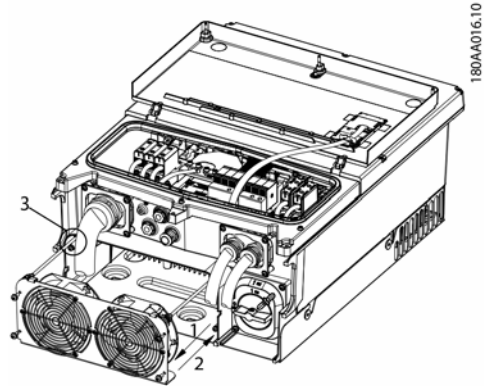

Figure 1.4
- Retirez l'unité de ventilateur. Voir (1) et (3) dans la figure 1.4.
- Guidez les deux câbles noirs dans les ouvertures de la partie inférieure de l'onduleur (un câble à chaque côté). Voir (3) dans la figure 1.4.
- Insérez l'unité de ventilateur nouveau. Voir (2) dans la figure 1.4. Guidez les câbles dans l'intérieur de l'onduleur et poussez l'unité de ventilateur dans le boîtier. Serrez les quatre vis (couple de serrage : 2,5 Nm).